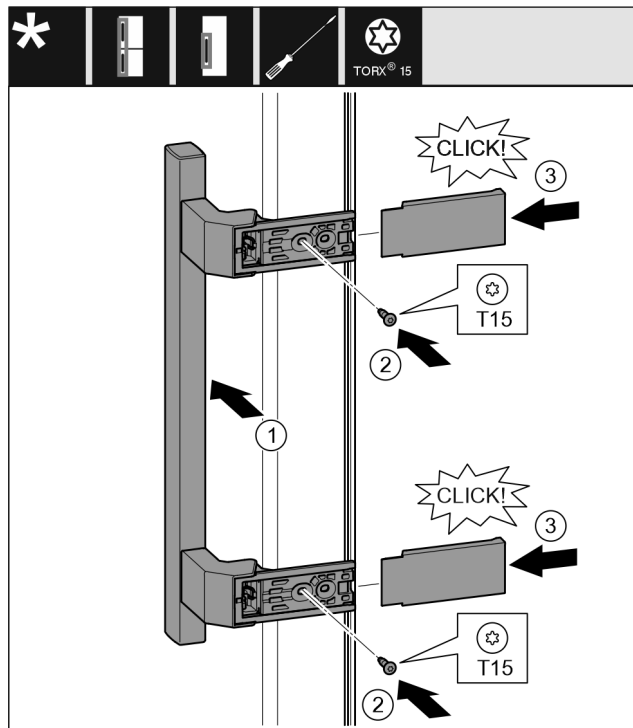

Fig. 14
- ▶ Applicare la maniglia sul lato opposto. Fig. 14 (1)
- ▶ Serrare le viti con il cacciavite T15. Fig. 14 (2)
- ▶ Applicare le coperture lateralmente e spingerle. Fig. 14 (3)